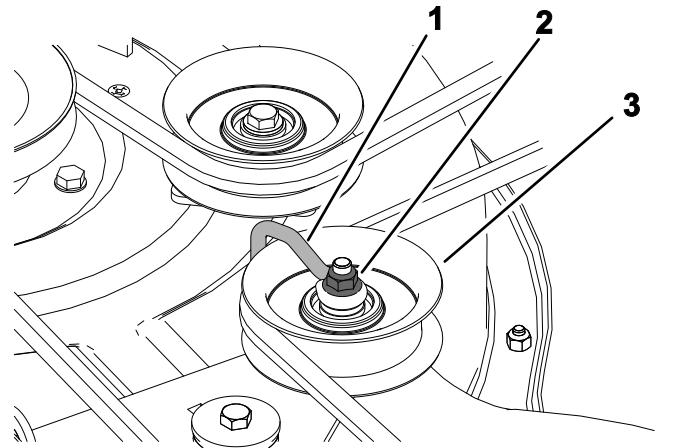

Bild 56
2. Schraube (3)
6. Lösen Sie die Mutter, mit der der Drahtbügel an der Spannscheibe befestigt ist (Bild 56).